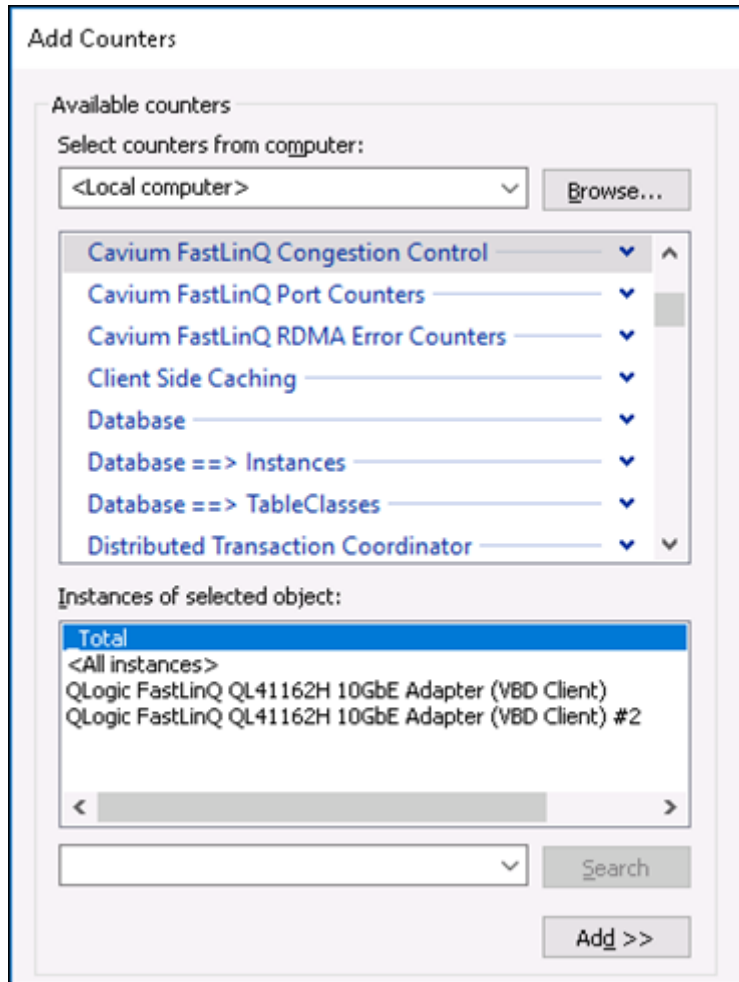

Figure 6-2. Boîte de dialogue Ajouter des compteurs
2. Ouvrez la boîte de dialogue Ajouter des compteurs. La Figure 6-2 montre un exemple.